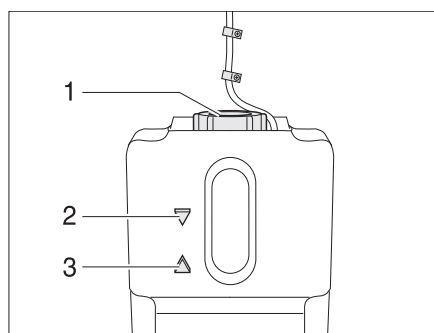

Fig. 152 Recipiente de compensación calefacción de agua caliente
- Comprobar si el líquido en el recipiente de compensación (Fig. 152) está entre la marca "MIN" (Fig. 152,3) y "MAX" (Fig. 152,2).
- Abrir la tapa giratoria (Fig. 152,1) del recipiente de compensación.